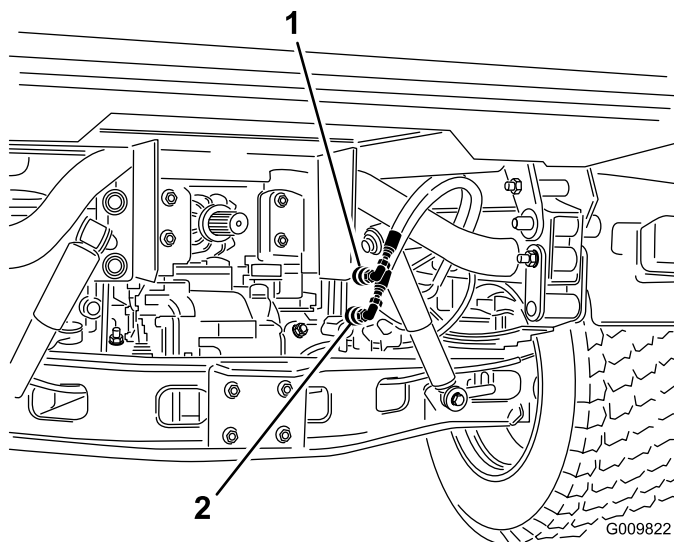

Figure 79
2. Sur les deux véhicules, débranchez les deux flexibles à raccords rapides des flexibles fixés au support de raccord (Figure 79).